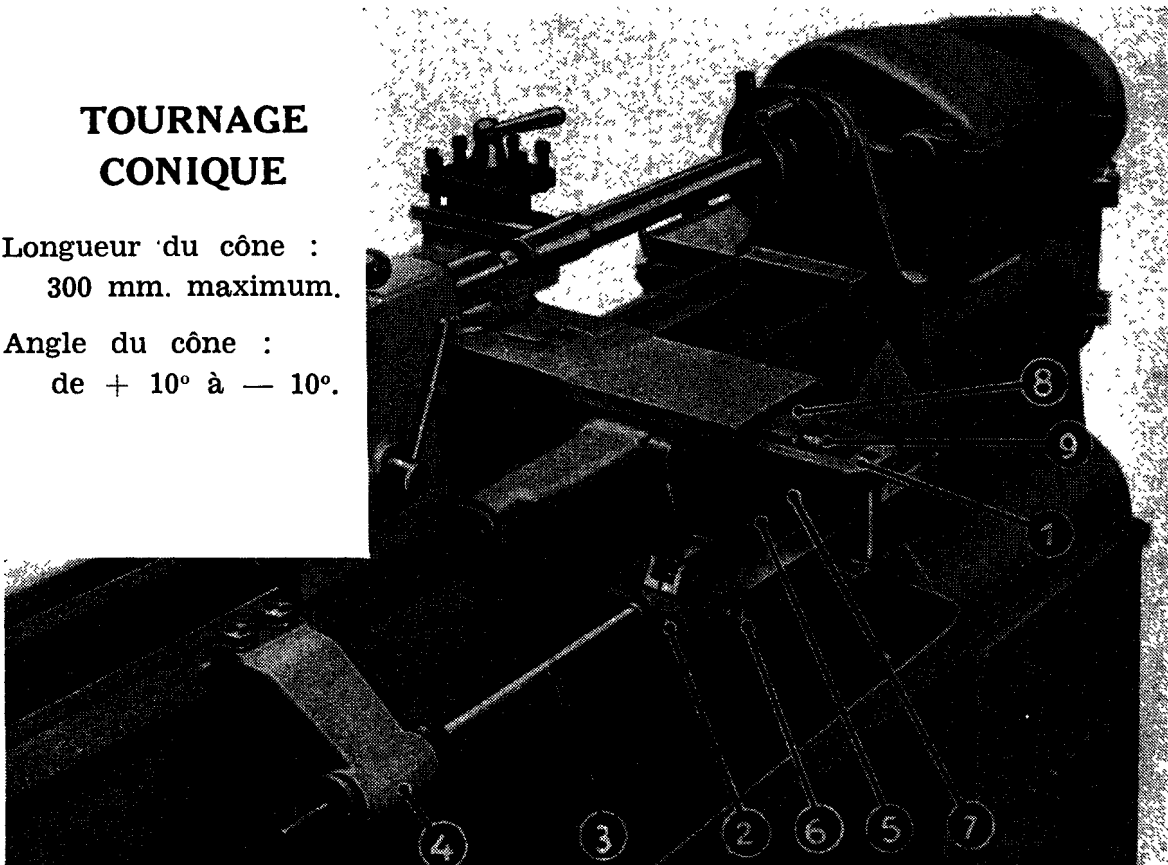

Fig. 24.
17. Appareil à tourner conique (voir fig. 24).